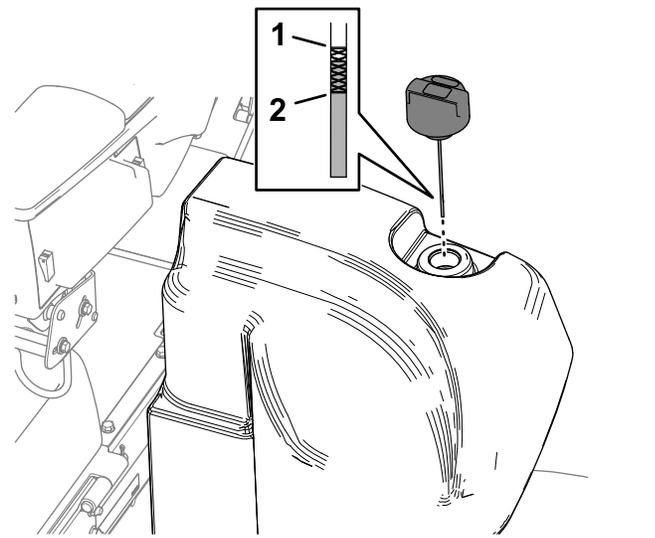

Figura 116
2. Pulite attorno al collo del bocchettone e del tappo del serbatoio idraulico (Figura 116).